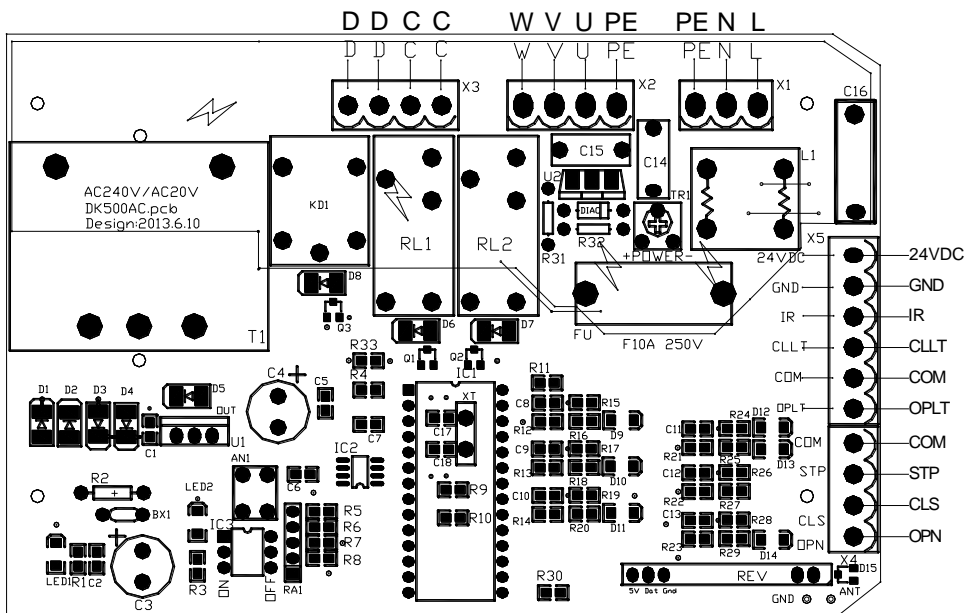

Fig.8
- Agregando control remote adicional (Learn): presionando el boton learn 'AN1' (Fig.8), luego 'LED2' (Fig.8) empezara a parpadear, luego presionar el boton del control que desee programar, el 'LED2' quedara encendido por 2 segundos y luego se apagara, el proceso de programacion estara listo.